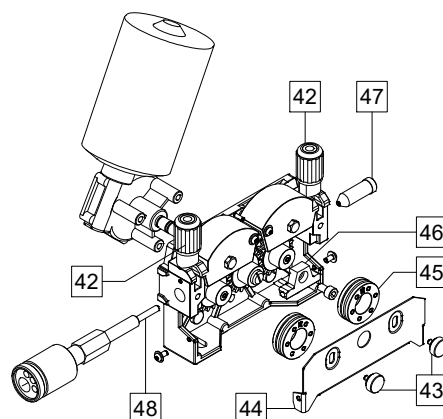

Figura 16.
- Aplicar os olhais e distribuir a carga, axialmente, num ângulo de 45 graus, de acordo com a Figura 16.